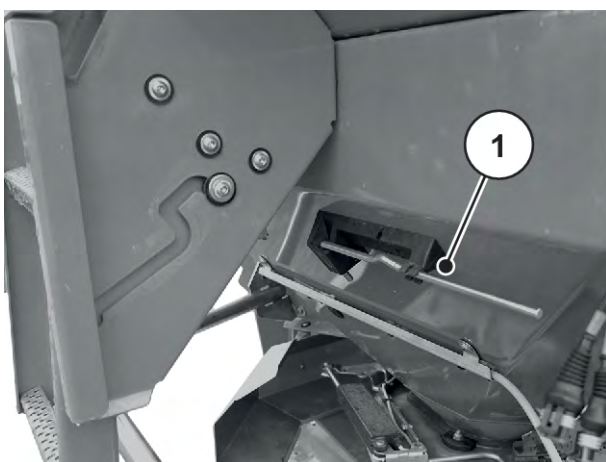

Fig. 27: Plassering av innstillingsspaken AXIS xx.2
- ▶ Legg innstillingsspaken tilbake i den tiltenkte holderen. Se *Fig. 27 Plassering av innstillingsspaken AXIS xx.2*